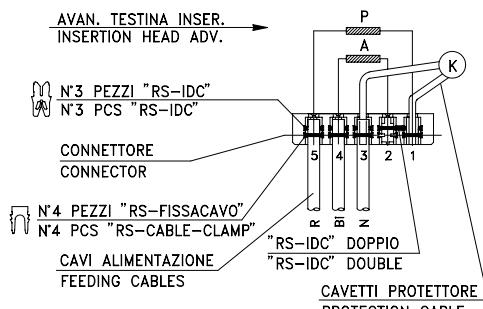

Fig. 2
Tutte le applicazioni possono, in funzione della disposizione geometrica dei terminali sul connettore, suddividersi in due tipologie: LINEARI e CIRCOLARI (Fig. 2). Entrambe possono essere realizzate con uno o più terminali diversi, utilizzando una macchina inseritrice con una o due alimentazioni (e apposito kit) per ogni tipo di terminale.
All the applications can be classified in two different types according to the geometric disposition: LINEAR or CIRCULAR (Fig. 2). Both can be realised by one or more different terminals, using an inserting machine with one or two feedings (and suitable kit) for each kind of terminal.
**A** – con terminali "RS-IDC" a doppia perforazione, sul quale viene connesso un cavo di alimentazione (fig. 2) bloccato con fissacavo.
**A** – with terminals "RS-IDC" with double piercing, on which a feeding cable (see figure 2) will be blocked with a cable-clamp.